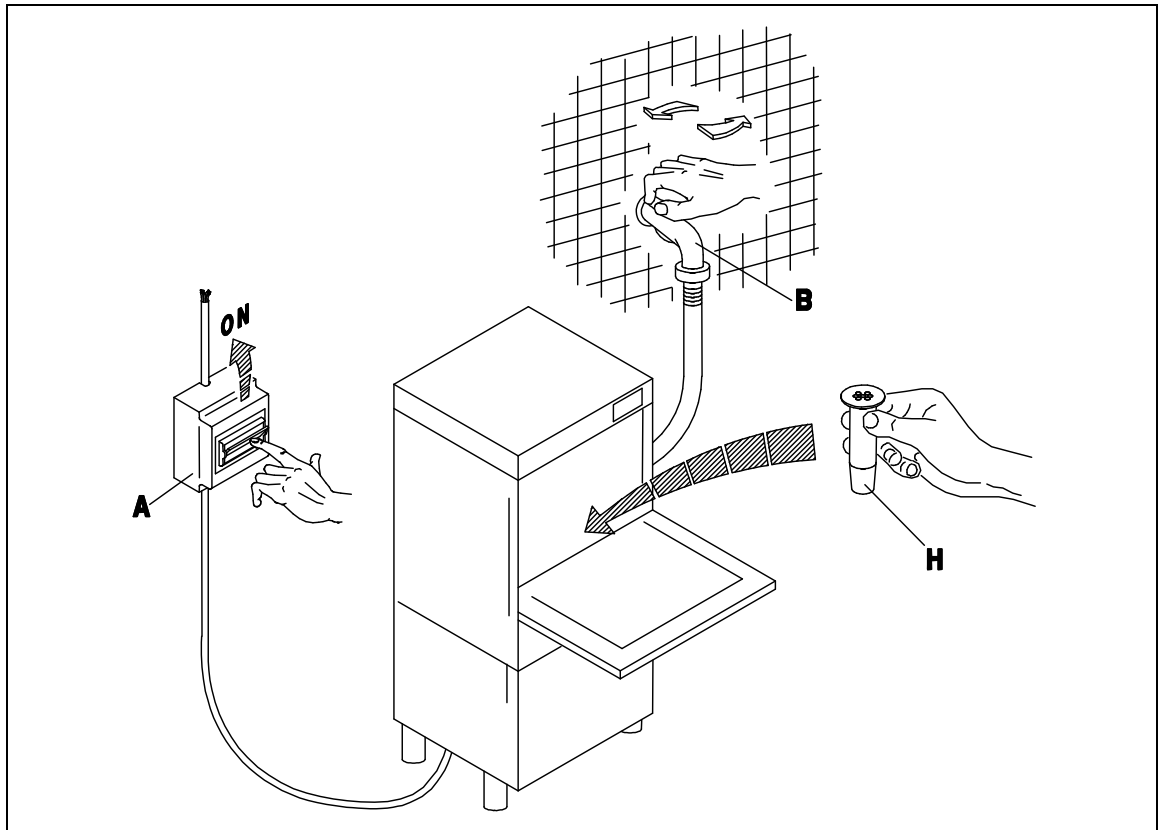

Рис. 3-1
- Откройте водопроводный кран (B), включите главный выключатель (A). Включите главный выключатель прибора (1), загорится индикаторная лампочка (A), указывая на то, что машина находится под напряжением. Когда дверь закрыта, прибор заполняется водой и в конце полного наполнения автоматически включаются нагревательные элементы ванны и бойлера. Когда нагревательные элементы активированы загорятся индикаторные лампочки (D) и (E). Когда обе лампочки погаснут, вода достигнет заданных температур, и прибор будет готов к циклу мойки. (Рис.3-1 ÷ 3-2)
- Turn on the water tap (B) and switch on the master switch (A). Turn the appliance ON switch (1), which will cause the warning light (A) to illuminate, indicating that the machine is live. When the door is closed the appliance fills with water. When it is full, the tub and boiler heating elements come on automatically in alternation. When the elements are activated, the warning lights (D) and (E) are illuminated. When both warning lights go out the water has reached the set temperature and the appliance is ready to begin the washing cycle. (fig. 3-1÷3-2)
- Öffnen Sie den Wasserhahn (B) und betätigen Sie den Hauptschalter (A). Beim Betätigen des Hauptschalters (1) am Geschirrspüler wird die Anzeige (A) aufleuchten, an der Sie erkennen können, daß die Maschine unter Spannung steht. Bei geschlossener Tür läuft Wasser in die Maschine; ist die nötige Wassermenge einmal erreicht, so schalten die Heizungen des Tanks und des Boilers automatisch, eines nach dem anderen, ein. Der Betrieb der Widerstände wird durch das Aufleuchten der Anzeigen (D) und (E) erkennbar. Beide Leuchtanzeigen erlöschen, wenn das Wasser eine vorbestimmte Temperatur erreicht hat, d. h. wenn die Maschine betriebsbereit ist. (fig. 3-1÷3-2)
- Ouvrir le robinet (B) et insérer l'interrupteur général (A). Ouvrir l'interrupteur principal de l'appareil (1), le voyant (A) s'allumera ce qui signifie que la machine est branchée. L'appareil se remplit d'eau avec porte fermée et à la fin du chargement les éléments chauffants de la cuve et du boiler entrent automatiquement en action en alternance. Les voyants (D) et (E) s'allument quand les éléments chauffants fonctionnent. Les deux voyants s'éteignent dès que l'eau a atteint la température programmée et l'appareil est prêt pour commencer le lavage. (fig. 3-1÷3-2)
- Abrir el grifo del agua (B), conectar el interruptor general (A). Activar el interruptor principal del aparato (1); el encendido de la luz testigo (A) indica que la máquina está en tensión. Con puerta cerrada el aparato se llena de agua y cuando la carga esté terminada se conectarán automáticamente las resistencias del tanque y de la caldera en la alternación. El funcionamiento de las resistencias es señalado por el encendido de las luces indicadoras (D) y (E). Cuando ambas luces se apaguen, el agua habrá alcanzado la temperatura programada y el aparato estará listo para empezar el lavado. (fig. 3-1÷3-2)